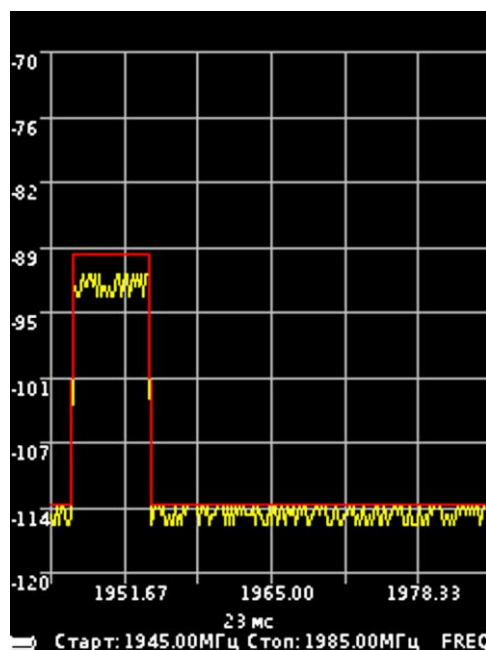

Рисунок 8.4.2 – Измерения в дополнительном режиме «Трасса Максимум»
8.4.2.1. В дополнительном режиме «Трасса» при выборе типа измерений «Максимум», происходит отображение максимальных значений сигнала на экране и построение спектрограммы красного цвета по точкам максимальных значений (Рисунок 8.4.2).